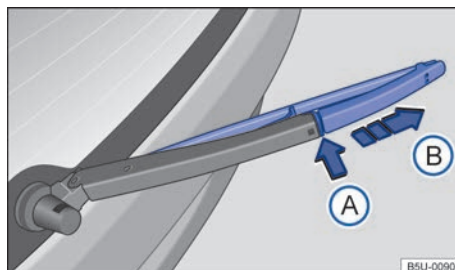

Fig. 163 Substituir a palheta do limpador do vidro traseiro.
- Manter o botão de destravamento → Fig. 163 ① pressionado.
- Retirar a palheta do limpador do vidro traseiro no sentido da seta ②.